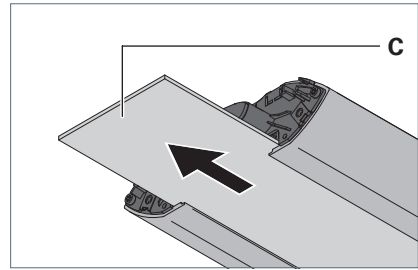

Fig. 18: Blende herausziehen.
- Ziehen Sie die Prismenblende **C** oder das Parabolrastrer aus der Leuchte, siehe Fig. 18.